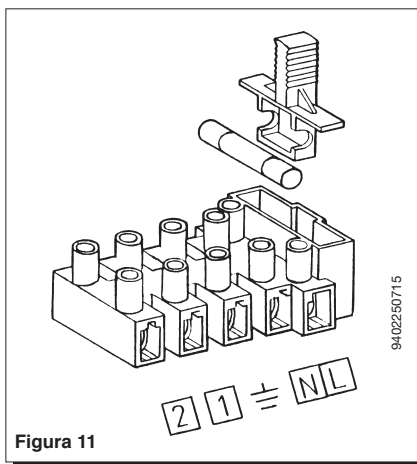

Figura 11
- accedere alla morsettiere di alimentazione (figura 11) come descritto al capitolo precedente;
- togliere il ponticello presente sui morsetti (1) e (2);
- acceder al tablero de bornes de alimentación (figura 11) como descrito en el capítulo precedente;
- remover el puente sobre los bornes (1) y (2);